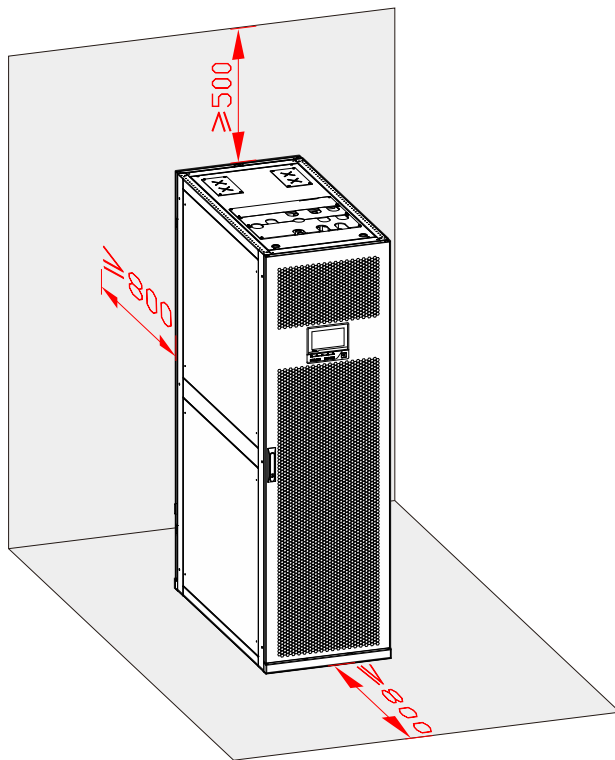

图3-2 一体化 UPS 安装间距(单位: mm)
- 当一体化 UPS 单独使用或者在系统中使用时，一体化 UPS 的前面板和后面板应与墙壁或相邻设备间保持至少 800mm 的距离，顶部距离天花板保持至少 500mm，以保证通风散热，如图 3-2 所示。